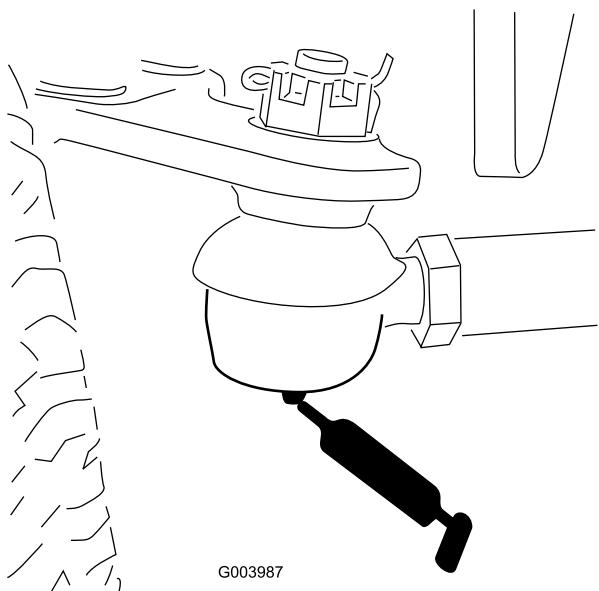

Figure 68
- Biellette d'essieu arrière (2) – Figure 68